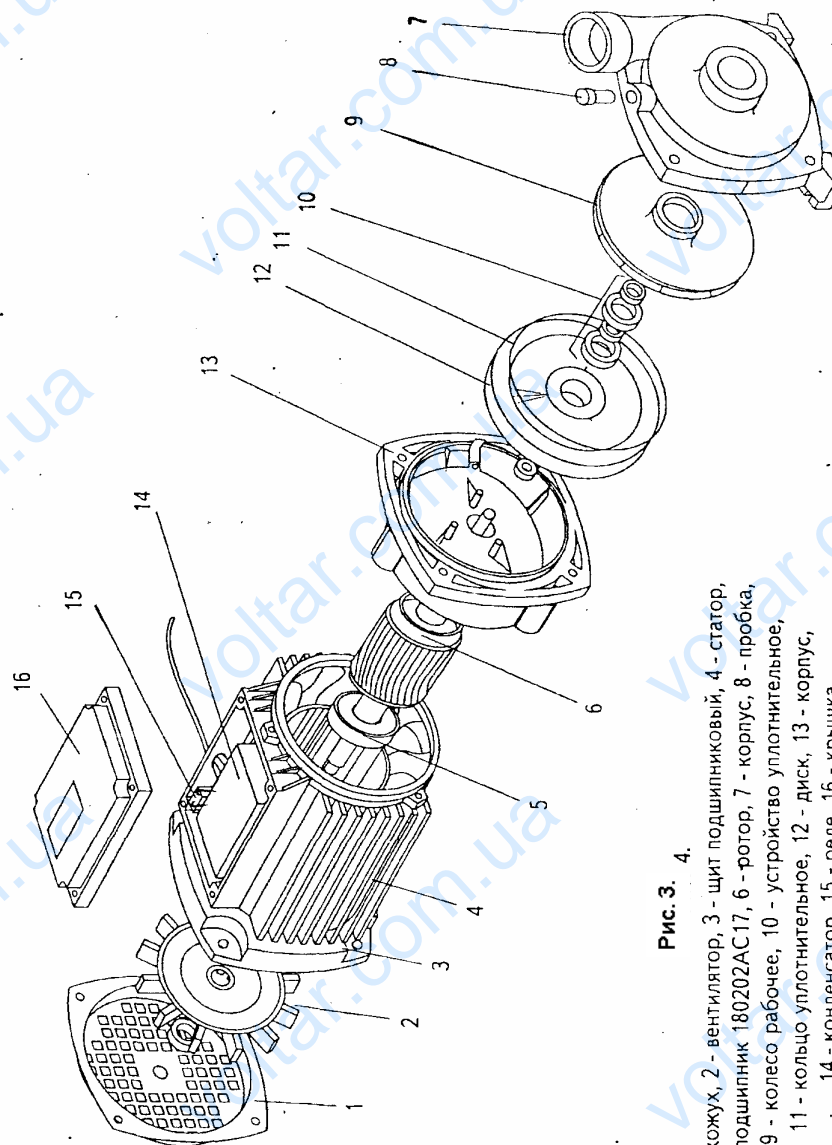

Рис. 3. 4.
5.1. Электронасос представляет собой моноблок, состоящий из электродвигателя и насосной части, см. рис.3.
Примечание: В связи с постоянным совершенствованием конструкция электронасоса может незначительно отличаться от изображенной на рис. 3. Возможно применение других видов комплектующих изделий с соответствующими параметрами.